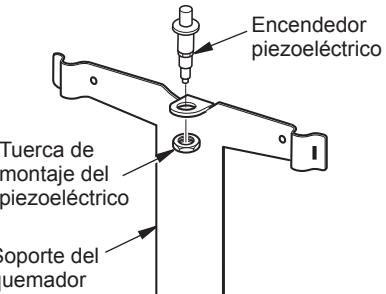

Figura 1. Instalación del encendedor piezoelectrónico
2. Inserte el encendedor piezoelectrónico en el soporte del quemador como se muestra en la figura 1. Apriete la tuerca de montaje del elemento piezoelectrónico. No apriete la tuerca demasiado.